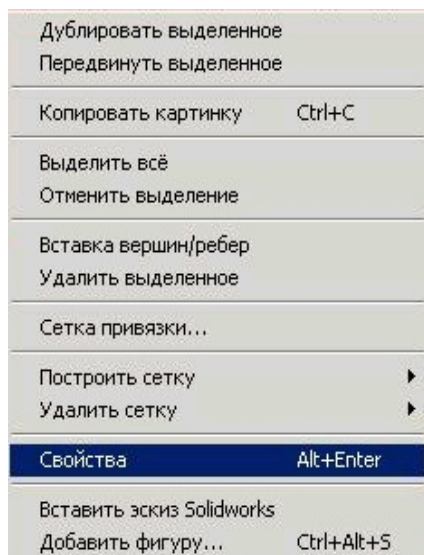
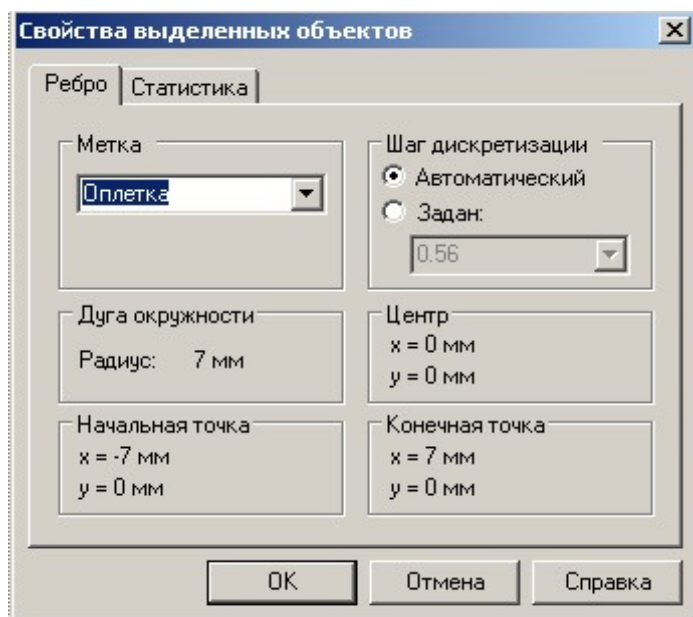

Рисунок 13 – Свойства выделенного объекта
Рисунок 16 - Задание меток ребер
4.1левой кнопкой мыши выделяется ребро (синий цвет линии меняется на красный), соответствующее внутреннему слою оплетки. Удерживая клавишу <Ctrl>, выделить всю окружность. Затем по нажатию правой кнопки выбрать в появившемся меню пункт **Свойства** (рисунок 13). В окне **Свойства выделенного объекта - Метка** (рисунок 16) записать **Оплетка** и **Ok**.